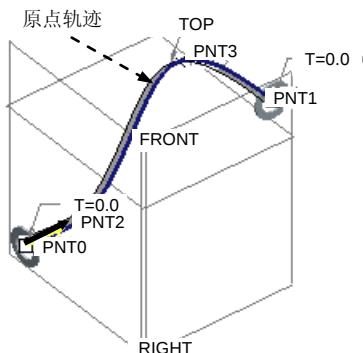

图 6.10.7 定义可变截面扫描轨迹
(1) 选择可变截面扫描曲面命令。选择下拉菜单 **插入(I)** $\rightarrow$ **可变截面扫描(V)...** 命令(或单击命令按钮 ), 系统弹出“可变截面扫描”操控板。
(2) 在操控板中确认按下“曲面”类型按钮 ; 单击 **选项** 按钮, 在弹出的界面中选中 **可变截面** 单选按钮; 在操控板中单击 **参照** 按钮, 选择图 6.10.7 所示的基准曲线作为原点轨迹。
(3) 在 **剖面控制** 下拉列表框中选择 **垂直于轨迹** 选项。